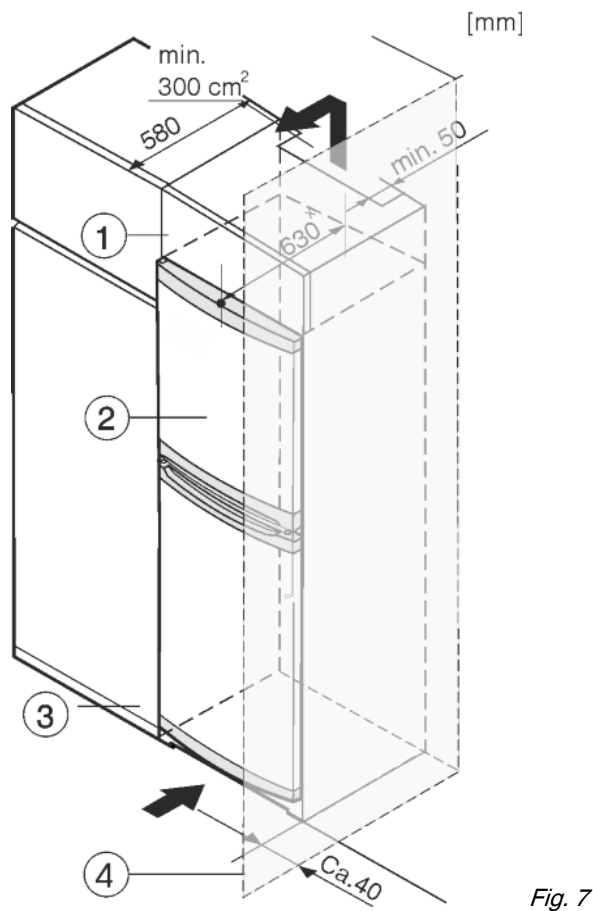

Fig. 7
Urządzenie może zostać obudowane szafkami kuchennymi. Aby dopasować urządzenie Fig. 7 (2) do wysokości ciągu szafek kuchennych, można nad urządzeniem umieścić szafkę nasadzaną Fig. 7 (1).
W przypadku obudowania szafkami kuchennymi (głębokość maks. 580 mm) urządzenie można ustawić bezpośrednio obok szafki kuchennej Fig. 7 (3). Urządzenie wystaje z boku o 34 mm x i na środku urządzenia o 50 mm x w stosunku do frontu szafek kuchennych.
Jeżeli urządzenie będzie ustawiane z zawiasami do ściany Fig. 7 (4), to pomiędzy urządzeniem i ścianą należy zachować minimalny odstęp, wynoszący 40 mm. Na taką odległość wystaje klamka przy otwartych drzwiach.